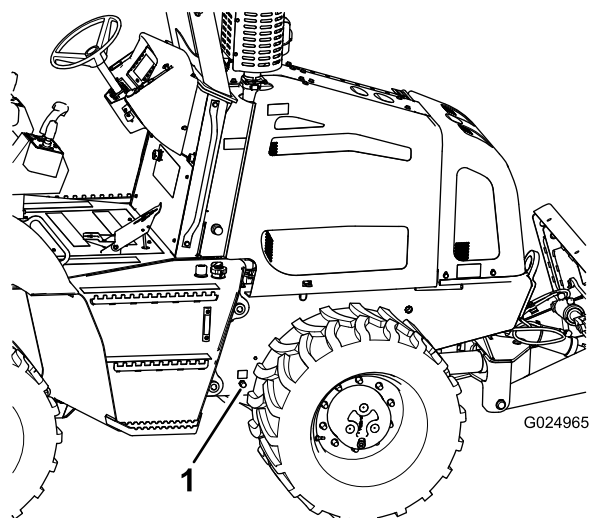

Figura 64
4. Posizionate una bacinella di spurgo con una capacità minima di 20 l sotto il raccordo di spurgo dell'olio del motore (Figura 64).
5. Togliete il tappo dal raccordo di spurgo e lasciate defluire completamente l'olio (Figura 64).
7. Montate il tappo sul raccordo di spurgo (Figura 64).
1. Togliete il tappo di riempimento dell'olio dal coperchio della valvola ruotando il tappo e tirandolo verso l'alto (Figura 64).